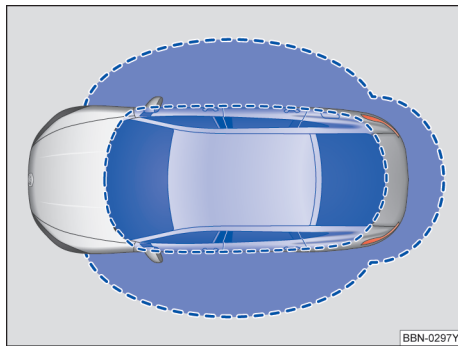
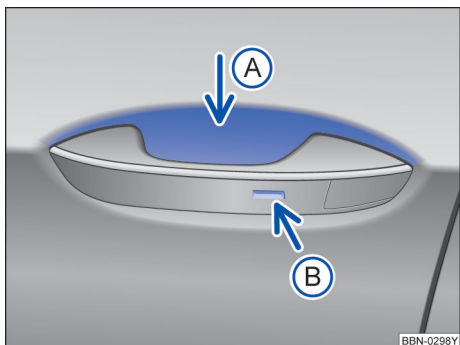

图 48 无钥匙进入闭锁/启动系统：工作范围
图 49 无钥匙系统 Kessy：车门拉手上的传感区
Kessy 是一种无钥匙系统，它可以实现在不操作遥控钥匙的情况下解锁或锁止汽车。操作者只需随身携带一把有效遥控钥匙，并处于车门或行李厢盖的有效感应区域内→图 48，同时触摸车门拉手上的传感区之一→图 49 或按压行李厢盖上的按钮进行简单操作即可实现。
如果有一把有效遥控钥匙在接近范围→图 48 内，则无钥匙系统 Kessy 会将访问权限授予该钥匙。紧接着可以在不主动操作遥控钥匙的情况下执行以下功能：
- 触摸在驾驶员或副驾驶车门拉手内侧的传感区→图 49（箭头 A）。
- 触摸车门拉手上的传感区→图 49（箭头 B）一次。汽车锁止。
如果汽车已锁止并且一把有效汽车钥匙位于行李厢盖的接近范围内→图 48，按压行李厢把手按钮，解锁并打开行李厢盖。
- 要便捷关闭所有电动车窗和天窗，请用手指按住车门拉手上的传感区→图 49 B 几秒钟。
- 松开传感区→图 49 B 即可中断该功能。如果在松开车门拉手上的传感区→图 49 B 后立即将手放入→图 49 A 内，则所有车窗停在原位置（安全功能）△→第 50 页。